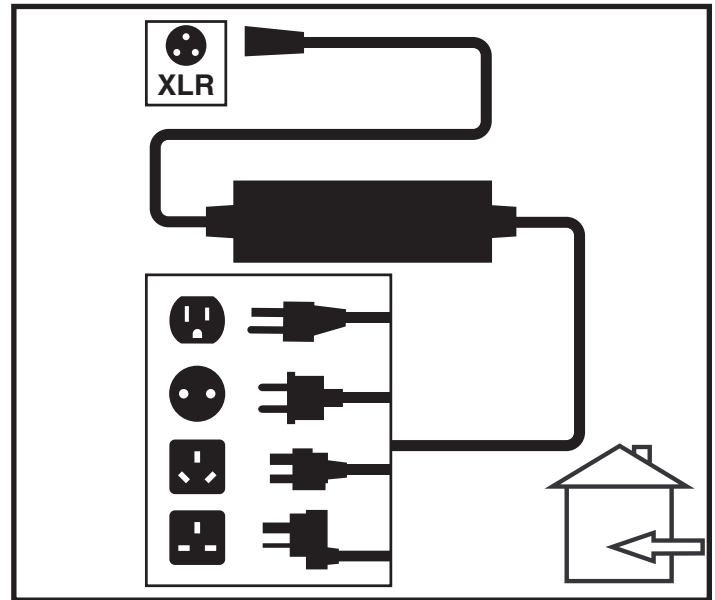

Figura 19. Cargado de baterías
1. Coloque la parte frontal de su silla cerca de una toma de corriente. **Ver figura 19.**
3. Enchufe el cargador externo al conector correspondiente en el regulador. **Ver figura 19.**